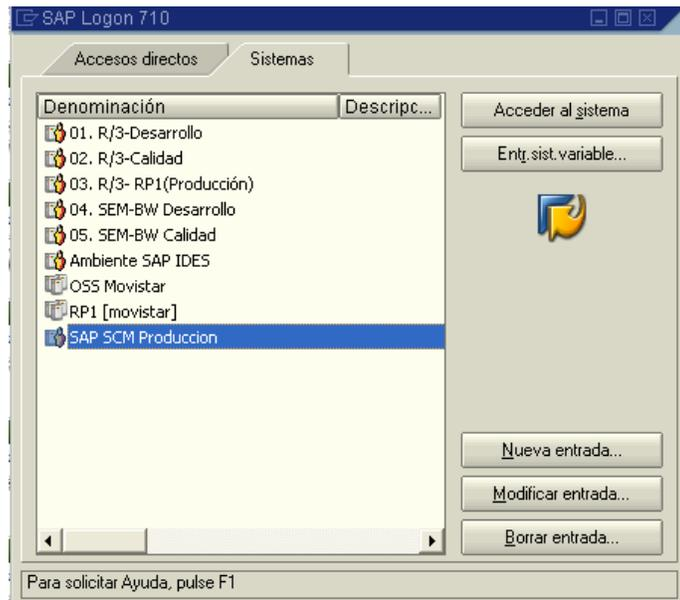

Figura 23: “Sistema SAP”
a) Se hace doble clic sobre SAP SCM Producción. Ver ejemplo en la Figura 23.